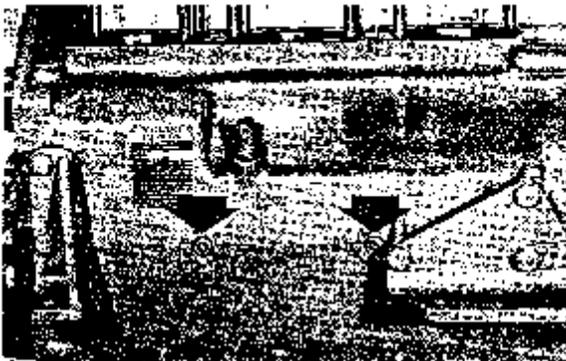

Abb. 27 Sicherungsschrauben für Zwischenlager, MD3B
**MD2B, MD3B:** Die Anschlagsschraube gegenüber dem Zwischenlager im Motorblock herauserschrauben, siehe Abb. 27.